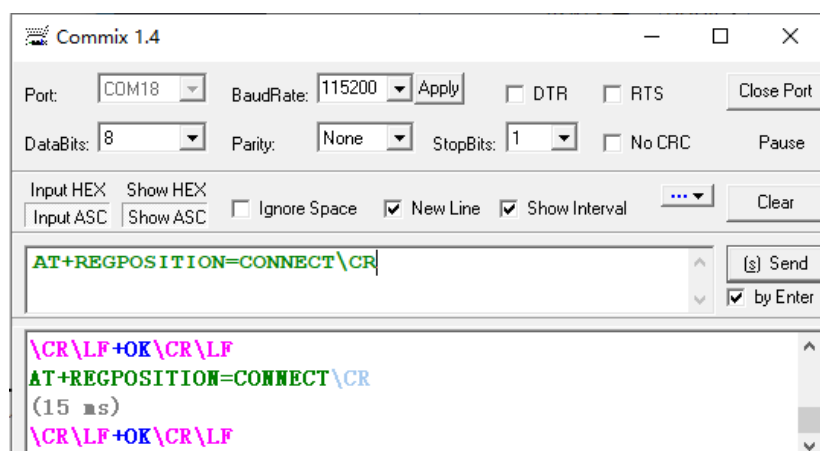

图 15-7 注册包位置设置界面
3) 配置注册包位置, 如图 15-7, 设备配置为连接时发送;